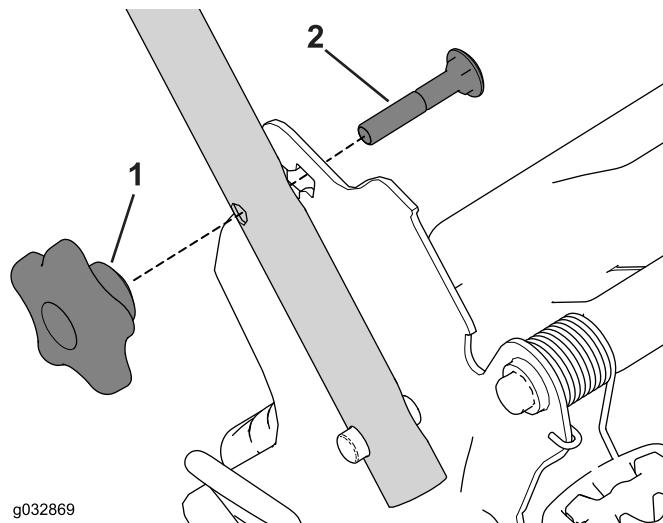

Рисунок 7
4. Вставьте каретный болт (так, чтобы головка болта была направлена внутрь) сквозь верхнее или нижнее квадратное отверстие кронштейна рукоятки и в верхнее отверстие торцевой части рукоятки (Рисунок 7).